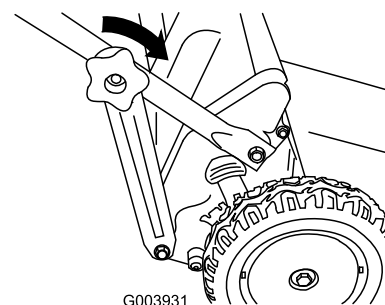

Figure 16
3. Montez les boutons de la partie inférieure du guidon et serrez-les au maximum à la main (Figure 16).